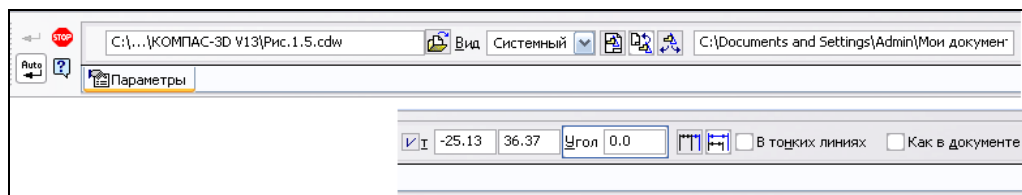

Рис. 2.31. Панель свойств в режиме вставки вида из другого чертежа
- ♦ на графическом поле появится фантом текущего вида чертежа-источника. На Панели свойств в режиме вставки вида (рис. 2.31) на вкладке **Параметры** находятся точно такие же элементы управления, как и на Панели свойств при вставке